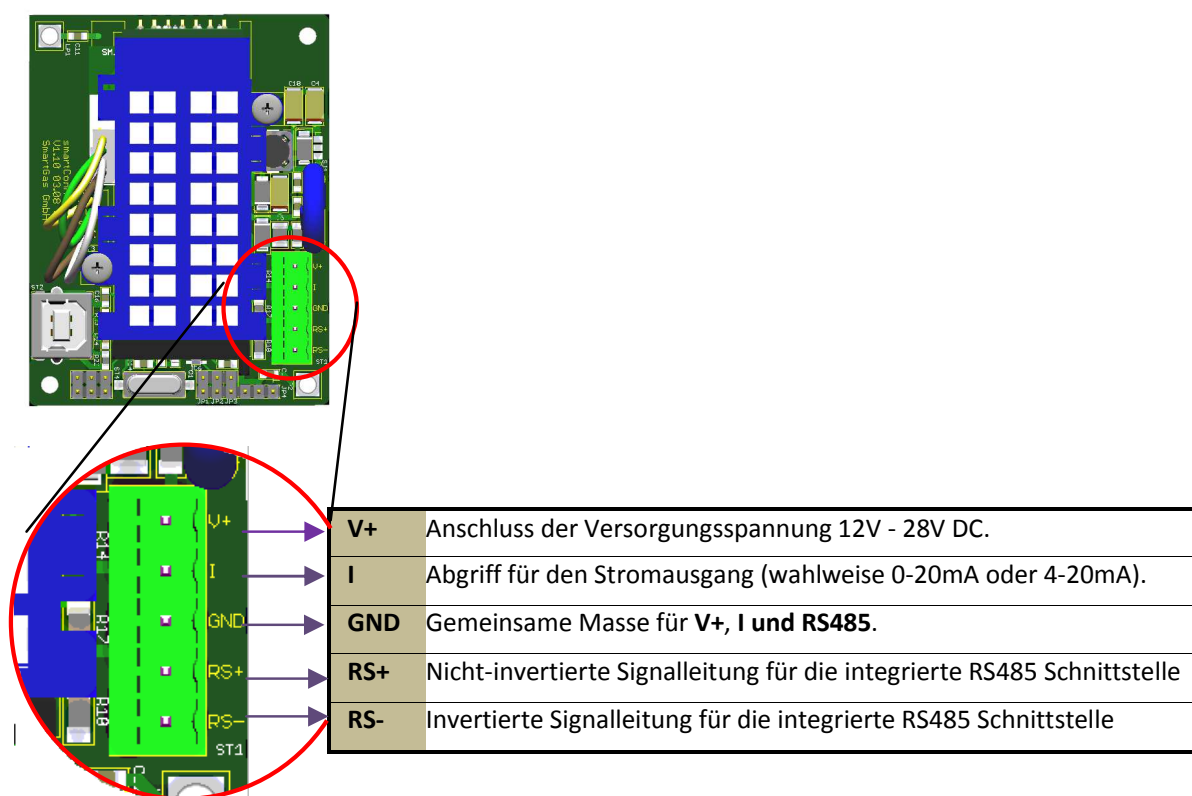

Bild 1: Anschluss der Spannungsversorgung, des Analogausgangs und der RS 485 Schnittstelle
Sämtliche Anschlüsse für die Versorgung und für die Ausgangssignale sind in dem Stecker **ST1** kombiniert – siehe Bild 1.
Der Anschluss und die Signalausgabe des smartMODUL^{CONNECT} erfolgen über den Stecker **ST1** - siehe Bild 1. Für die Inbetriebnahme und die Benutzung des Stromausgangs muss der Sensor erst eingebaut und angeschlossen werden.
3. Versorgungsspannung an **V+** und **GND** anschließen. Signalleitung für den Stromausgang an **I** und **GND** oder alternativ **RS+**, **RS-** und **GND** für RS485 Kommunikation anschließen. **GND** ist dabei gemeinsame Masse für die Versorgungsspannung, das Stromsignal und die RS485 Kommunikation. Bitte stellen Sie sicher, dass die Reihenfolge der Anschlüsse am Stecker mit den Bezeichnungen auf der Leiterkarte übereinstimmt (Einbaurichtung des Steckers beachten! → siehe Bild 1).